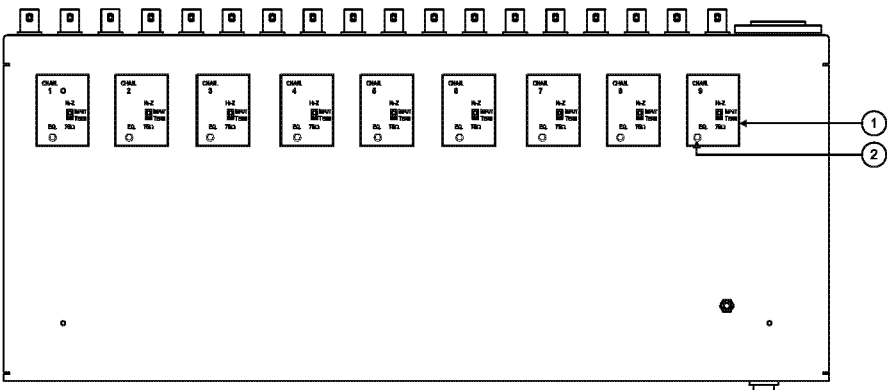

Рис. 2. Дно корпуса VM-92
- нижней части корпуса (рис. 2 и табл. 2).